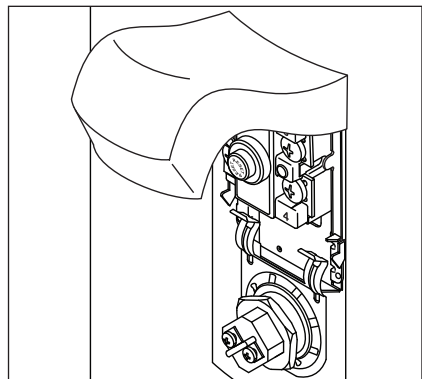

Figura 50 - Panel de acceso del elemento/compartimiento del ECO.
- 3 Quite el panel de acceso superior del calentador de agua y, con cuidado, doble el aislamiento hacia atrás y la cubierta plástica del elemento/ECO (Figura 50).